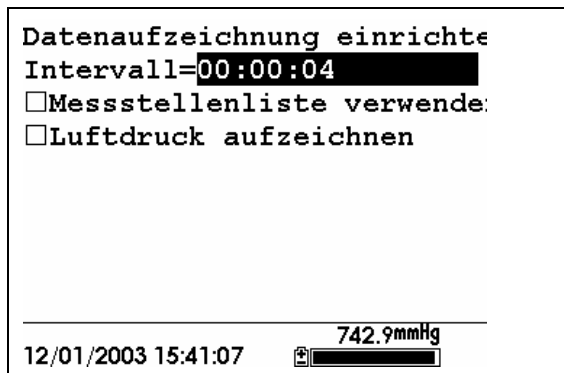

Abbildung 9.2 Datenaufzeichnung einrichten-Bildschirm
2. Verwenden Sie die Pfeiltasten, um die Selektion **Luftdruck aufzeichnen** hervorzuheben. Siehe Abbildung 9.2 *Datenaufzeichnung einrichten-Bildschirm*.